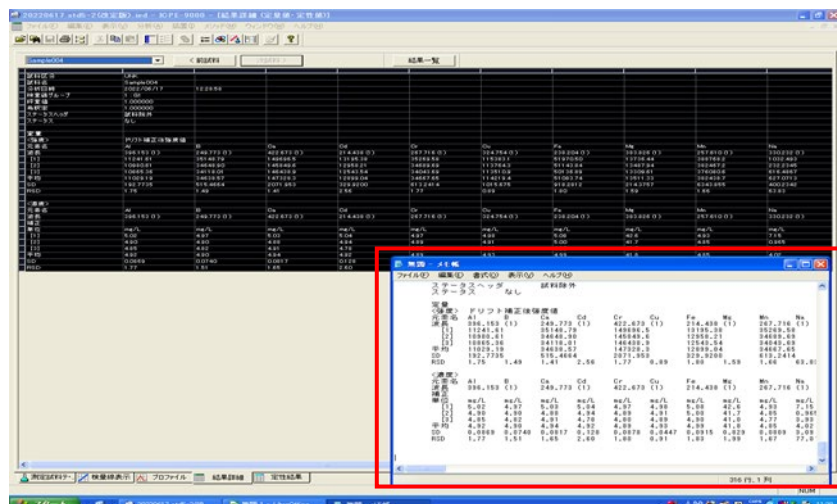

図 74
⑥ 自動的に分析結果のコピーがメモ帳に貼り付きますので、メモ帳を保存してください。図 74